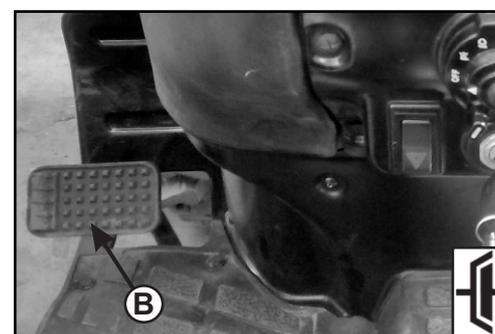

Fig. 4.8
## 4.8 Kupplungspedal (B), Abb. 4.8